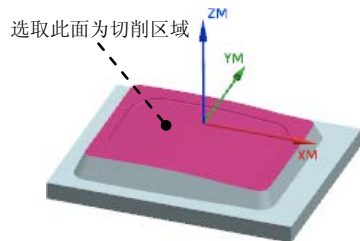

图 6.14 指定切削区域
Step2. 选取图 6.14 所示的面(共 19 个面)为切削区域，在“切削区域”对话框中单击 **确定** 按钮，完成切削区域的创建，同时系统返回到“轮廓区域”对话框。